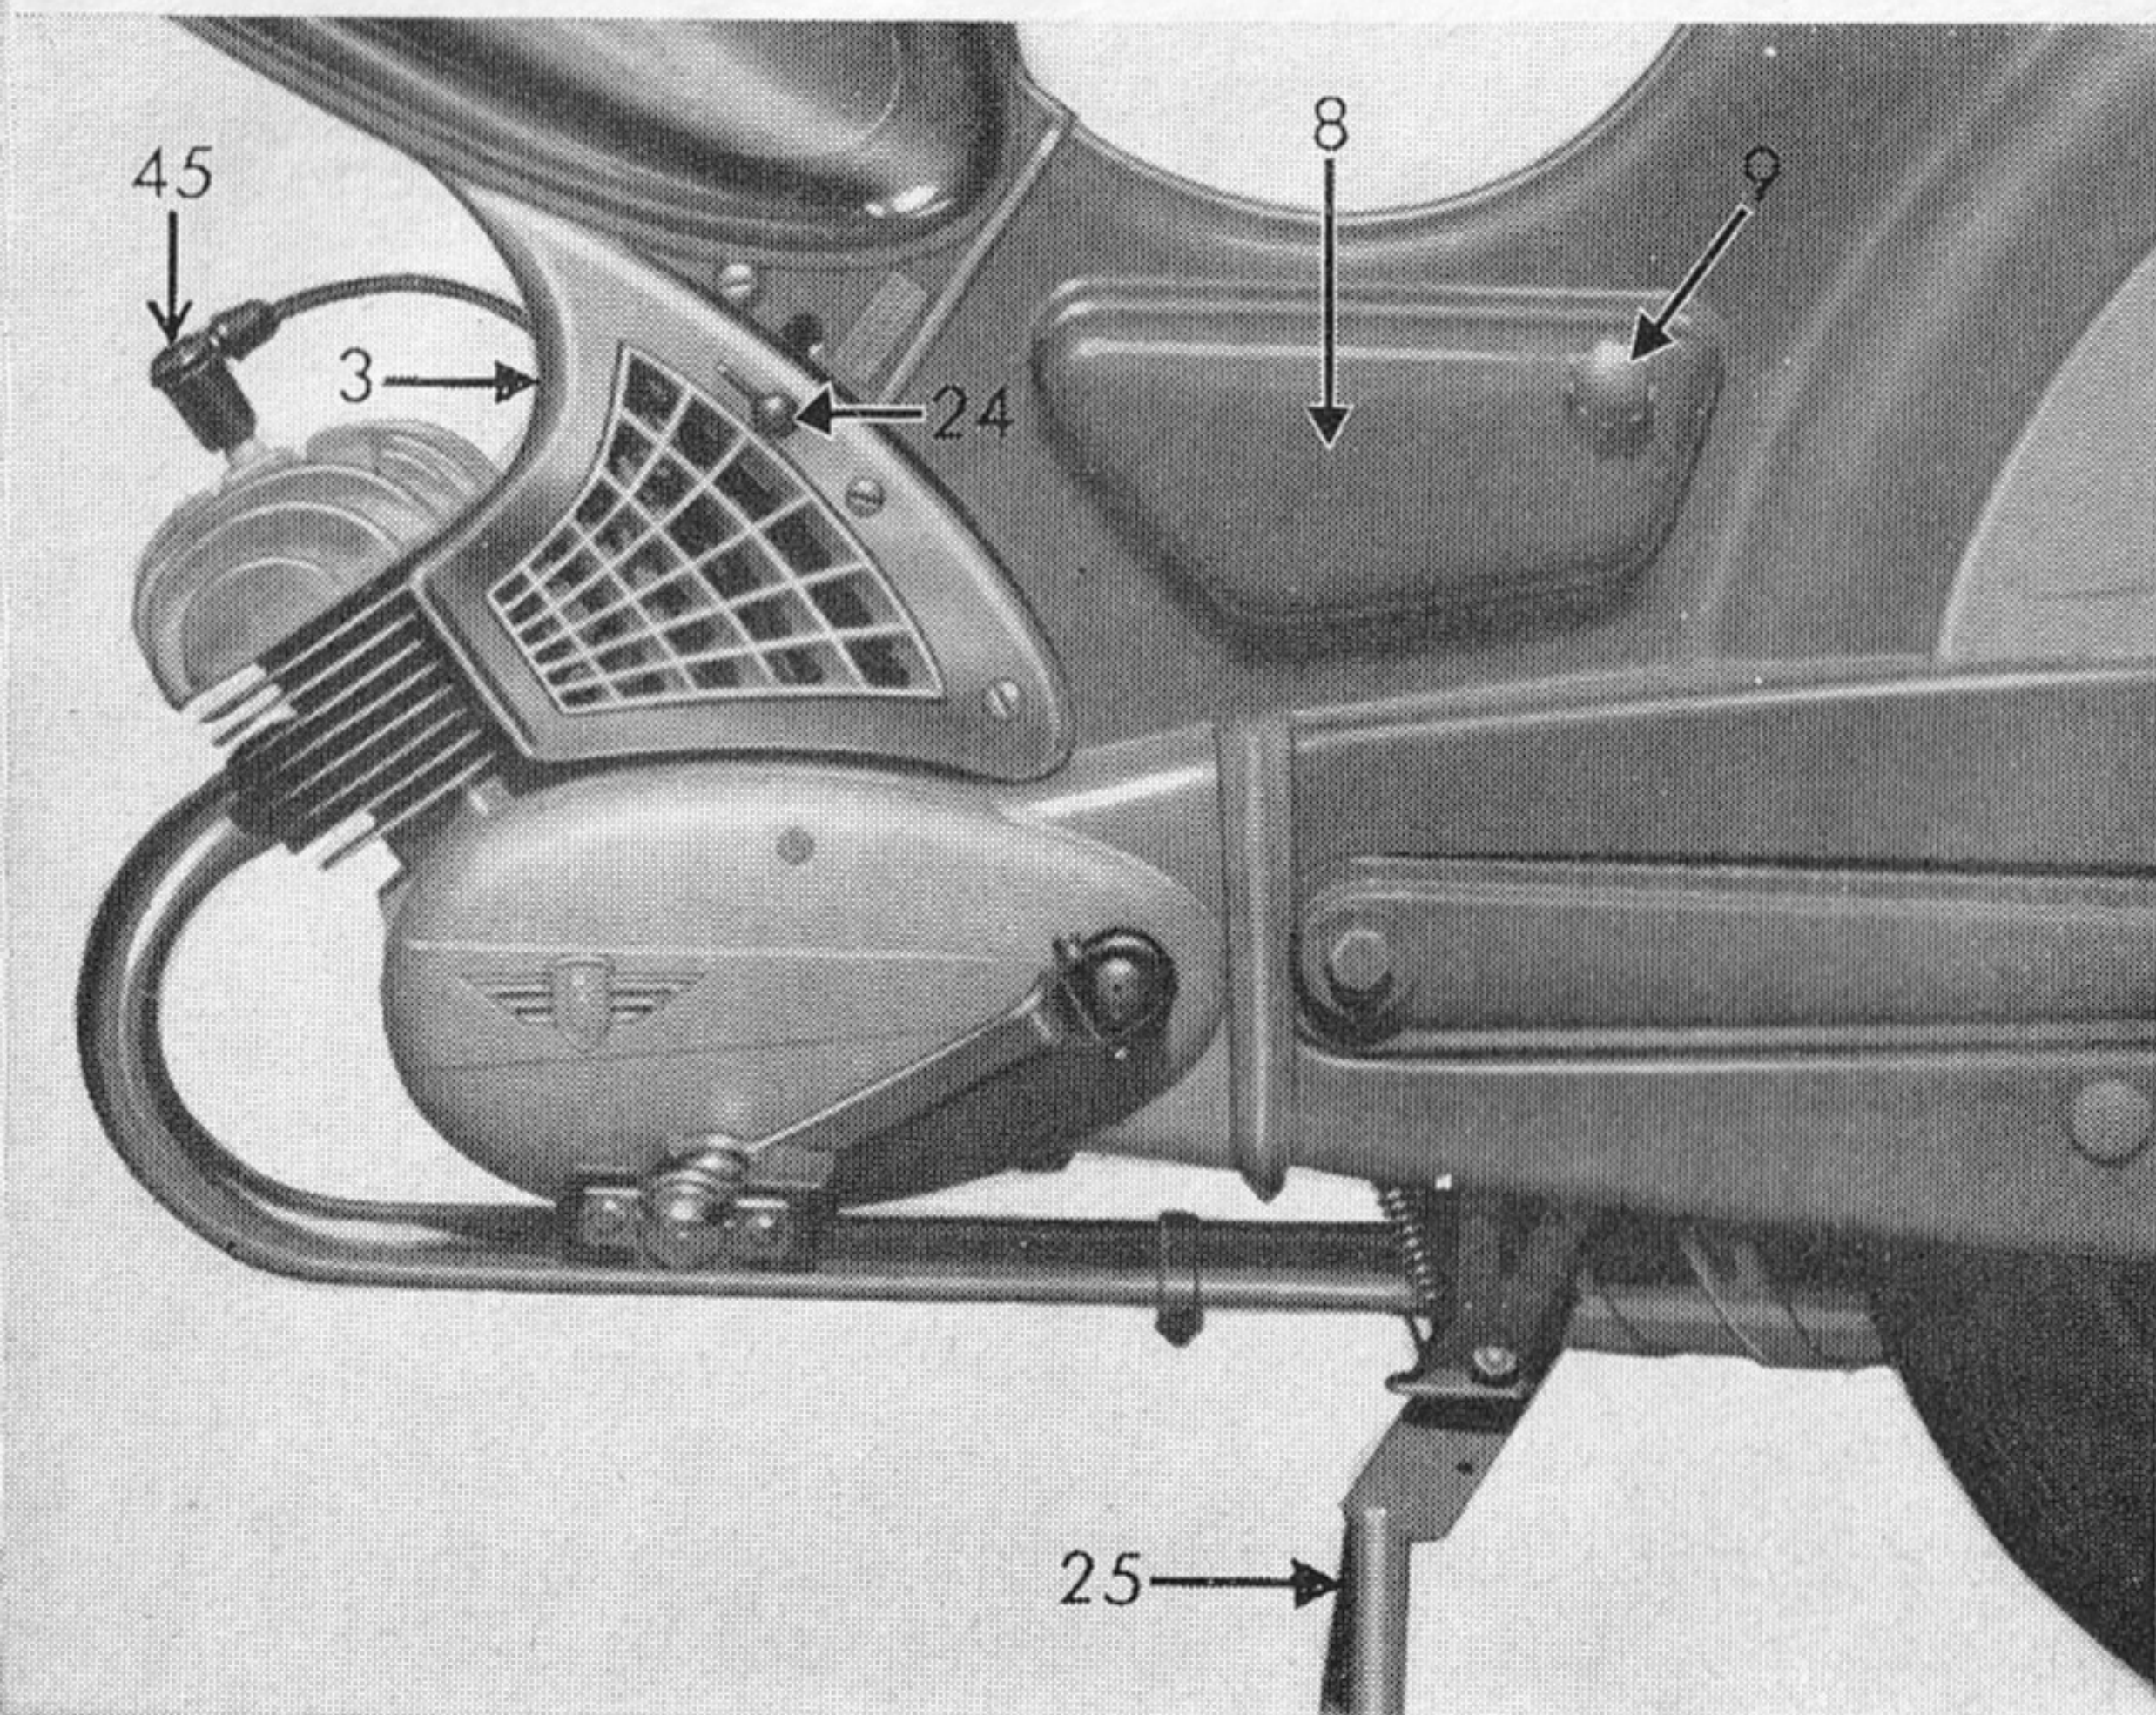
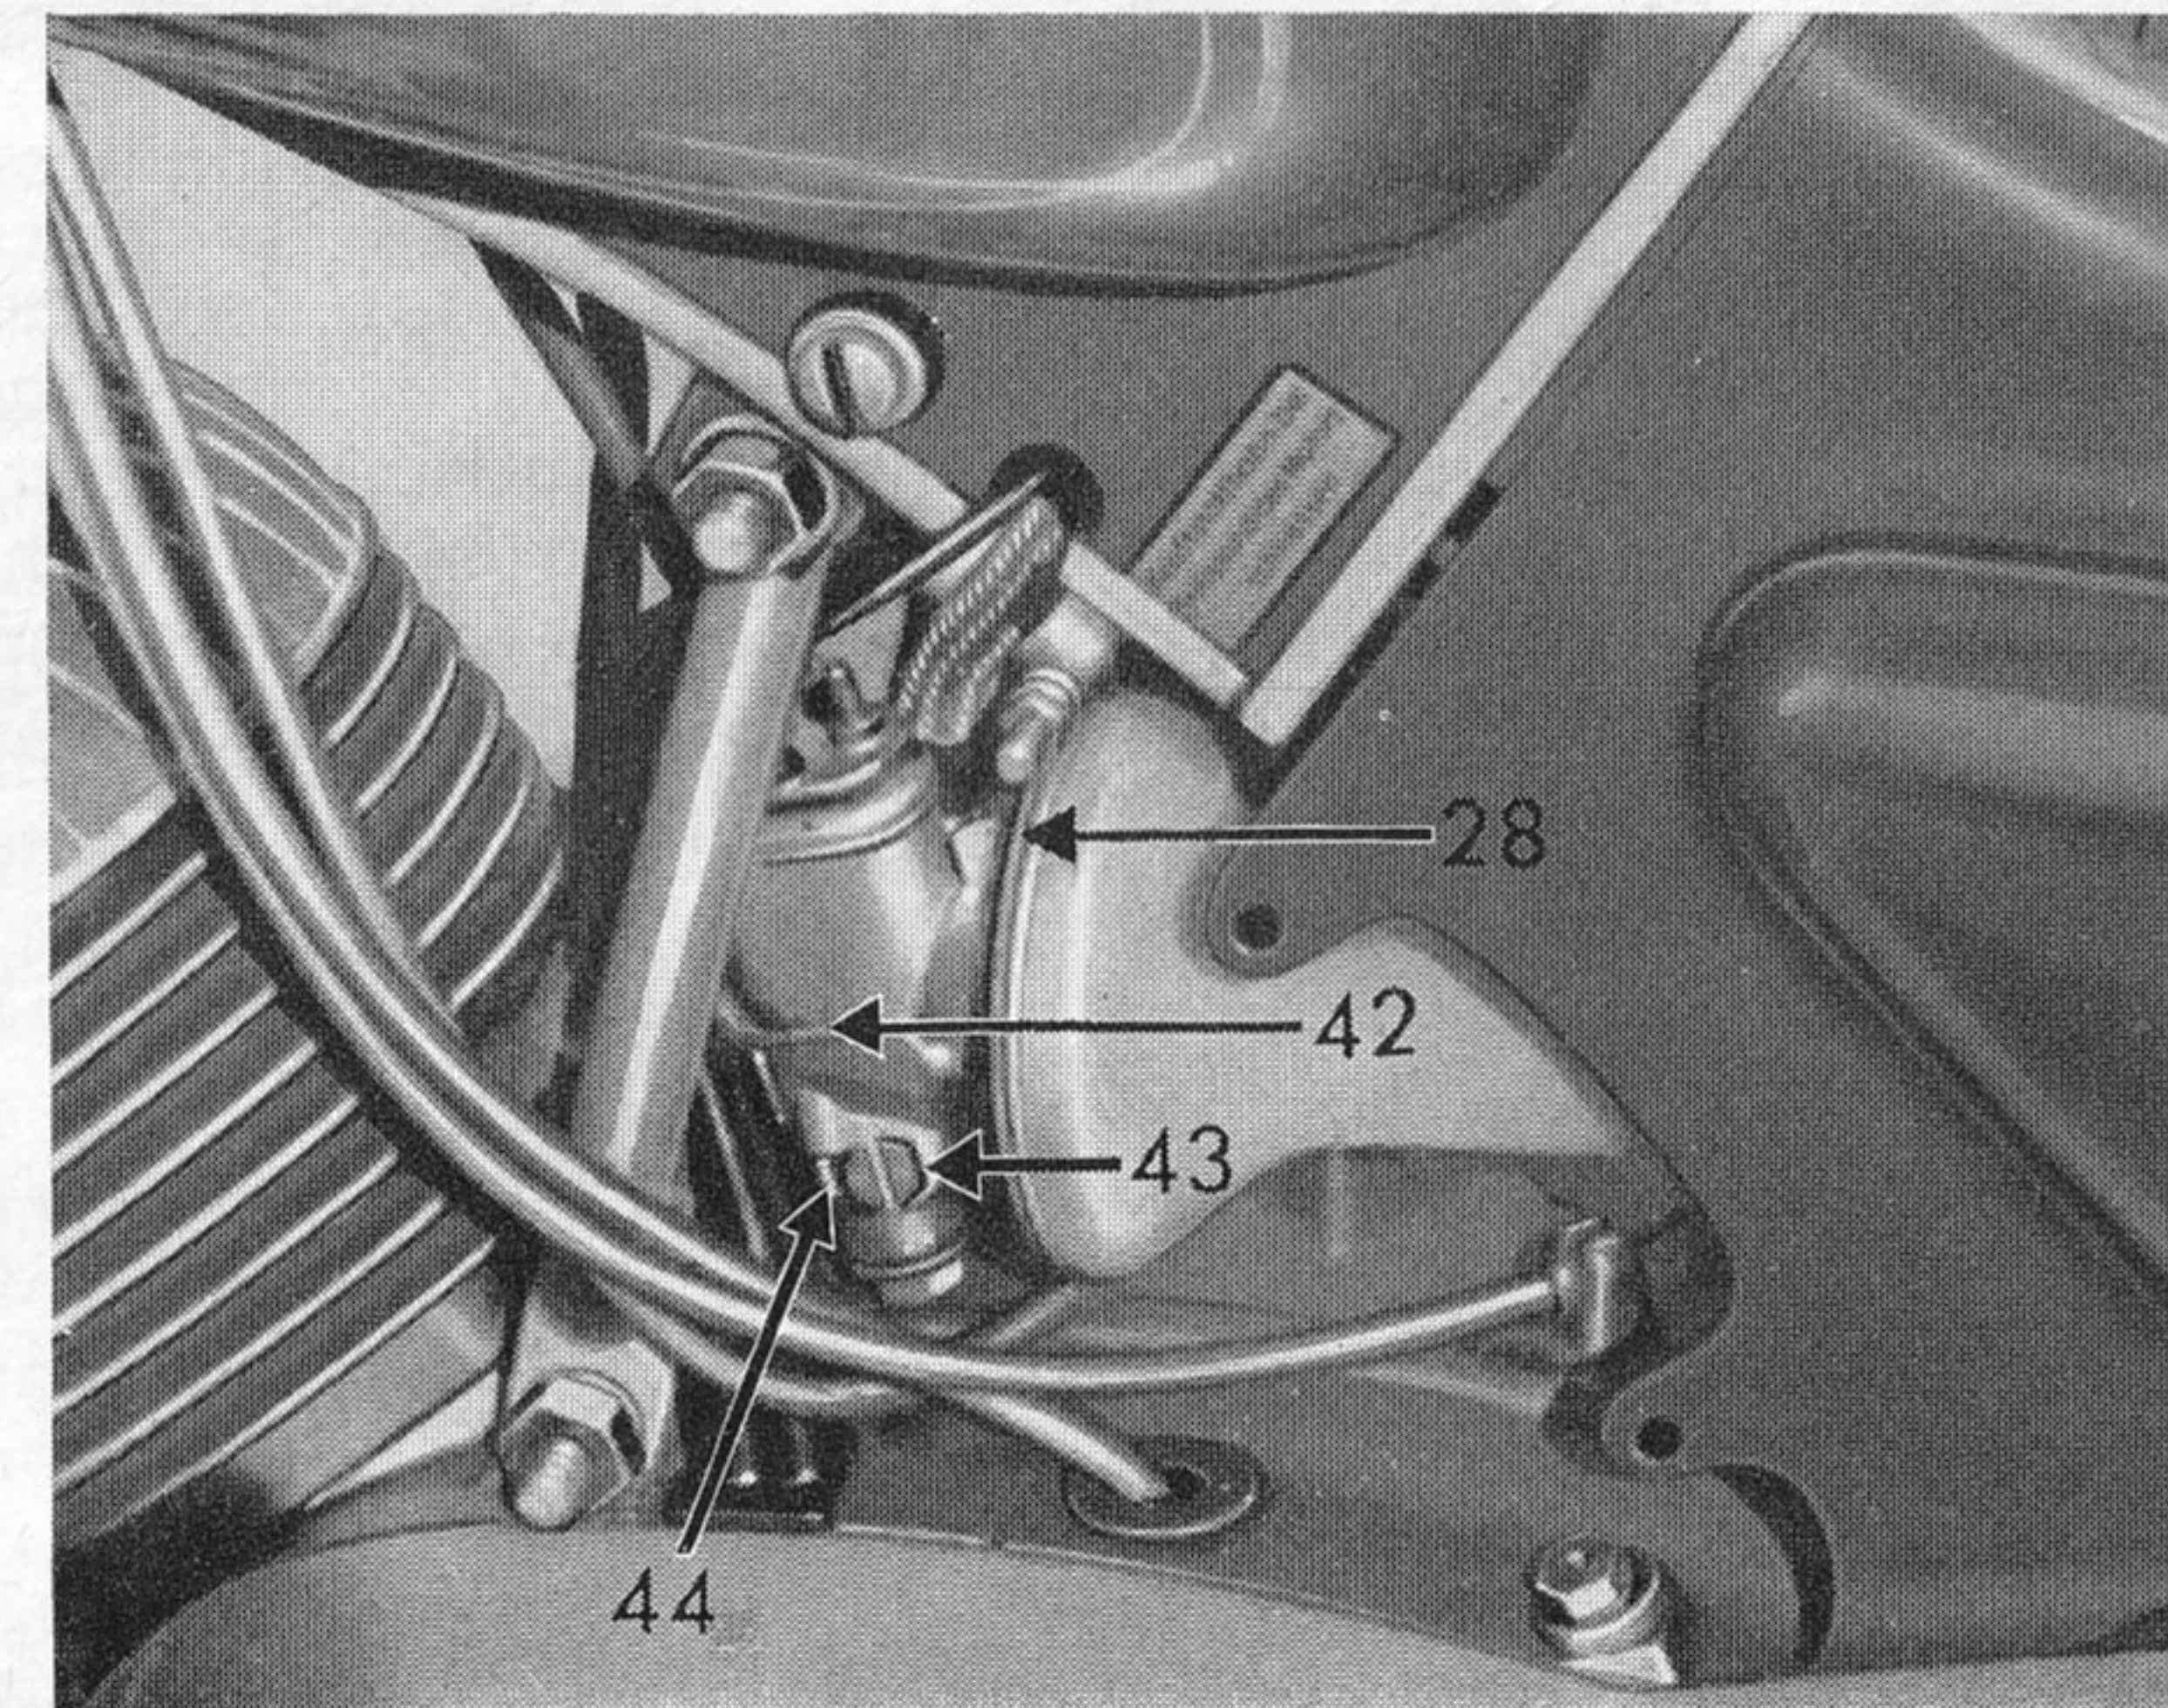

Bild 2
Bild 8
1. Der Kraftstoffhahn 2 wird geöffnet. Ist der Motor kalt, soll vor dem Starten bei geschlossenem Gasdrehgriff 23 der an der linken Vergaserverkleidung 3 befestigte Druckhebel 24, der den Startschieber im Vergaser schließt, nach vorn bewegt werden (Bild 2). Bei warmem Wetter entfällt das Betätigen des Druckhebels, da nur bei kaltem Wetter eine Gemischanreicherung notwendig ist.
1. Zum **Reinigen des Luftfilters** 28 (sehr wichtig, Bild 8) wird an der linken Fahrzeugseite die Vergaserverkleidung 3 (Bild 2) nach Lösen von zwei Schrauben abgenommen. Das Luftfilter läßt sich nach Lösen der Klemmringe und Zurückschieben der Kunststoff-Filterkammer ohne weiteres aus dem Vergaser herausnehmen. (Das hierbei erfolgende Abknicken der Filterkammer ist ohne Bedeutung.) Es wird am einfachsten in einem Kraftstoff-Ölgemisch ausgewaschen und wieder richtig eingebaut. Schlechter Filtereinbau beeinträchtigt die Leistung und Lebensdauer des Motors.
9. **Der Leerlauf des Motors** wird bei Bedarf wie folgt neu eingestellt: Bei **warmem** Motor die Einstellschraube 44 in das Gehäuse des Vergasers soweit als möglich einschrauben und dann den Motor starten. Hierauf wird bei geschlossenem Gasdrehgriff die Einstellschraube soweit herausgedreht, bis der Motor gerade noch einwandfrei läuft. Normalerweise sind ca. drei halbe Umdrehungen der Einstellschraube notwendig (Bild 8).